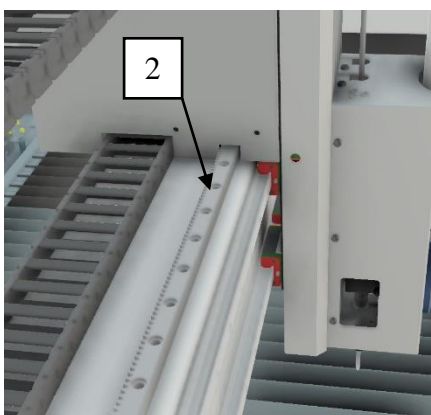

Abb.57: Y-Achse
4. Zahnstange (Abb. 57 /2) der Y-Achse mit einem fusselfreien und mit Leichtlauf fett benetzten Lappen einfetten.